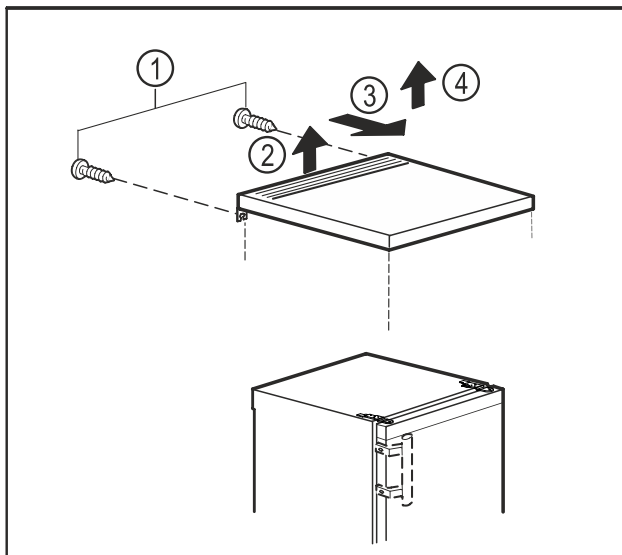

Fig. 10
- Távolítsa el a csavarokat a hátoldalon. Fig. 10 (1)
- Emelje meg az asztallap hátulját. Fig. 10 (2)
- Tolja előre az asztallapot. Fig. 10 (3)
- Felfelé vegye le az asztallapot. Fig. 10 (4)